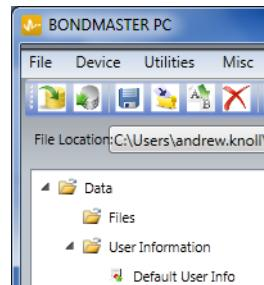
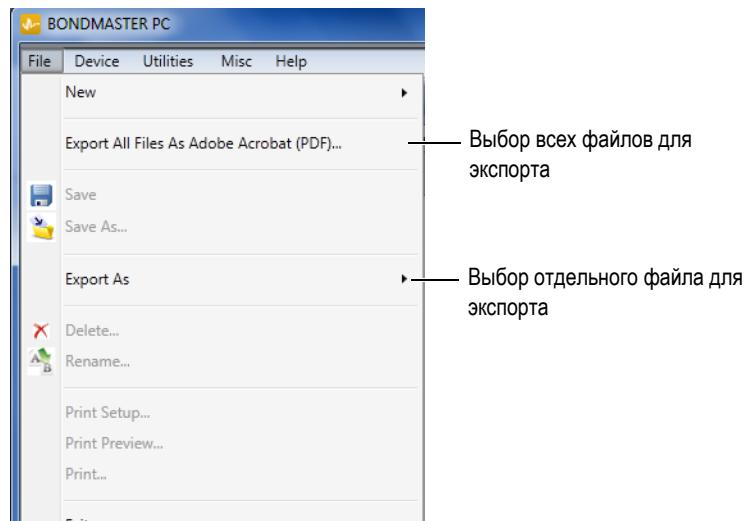

Рис. 7-9 Файлы на левой панели окна BondMaster PC
Рис. 7-10 Меню File (Файл)
- ◆ На левой панели окна BondMaster PC выберите файл (см. Рис. 7-9 на стр. 187), затем выберите Export As > PDF [Экспортировать как > PDF] (см. Рис. 7-10 на стр. 187).
- ◆ В меню **File** (Файл) BondMaster PC выберите команду **Export All Files As Adobe Acrobat (PDF)** [см. Рис. 7-10 на стр. 187].